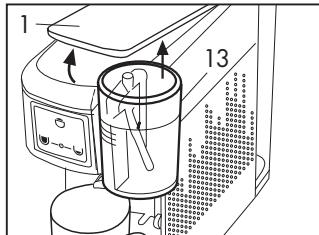

Abb. 16
- Wenn die Kaffeeabgabe beginnt, drücken Sie innerhalb von 1 Sekund die Taste (C)  und halten Sie sie gedrückt bis die gewünschte Menge erreicht worden ist. Lassen Sie dann die Taste (C) los. Das Gerät speichert die Zeit für die nachfolgenden Zubereitungen.
Nach jeder Milchabgabe, drücken Sie den Hebel (1) nach oben, nehmen Sie den Becher (13) heraus, leeren Sie ihn und spülen Sie ihn gründlich aus. **(Abb. 16)**